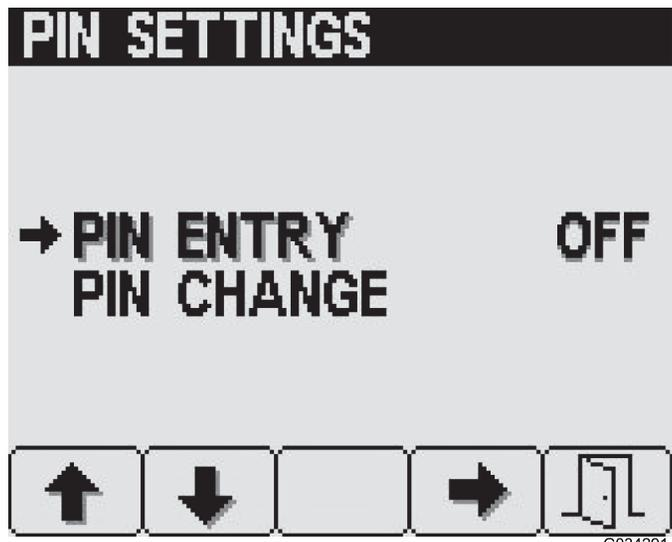

图 25
- 按 4 号按钮可 ON 打开或 OFF 关闭 需要输入PIN 的要求图 25。
- 按 1 号或 2 号按钮可选择 PIN ENTRYPIN 输入选项图 25。